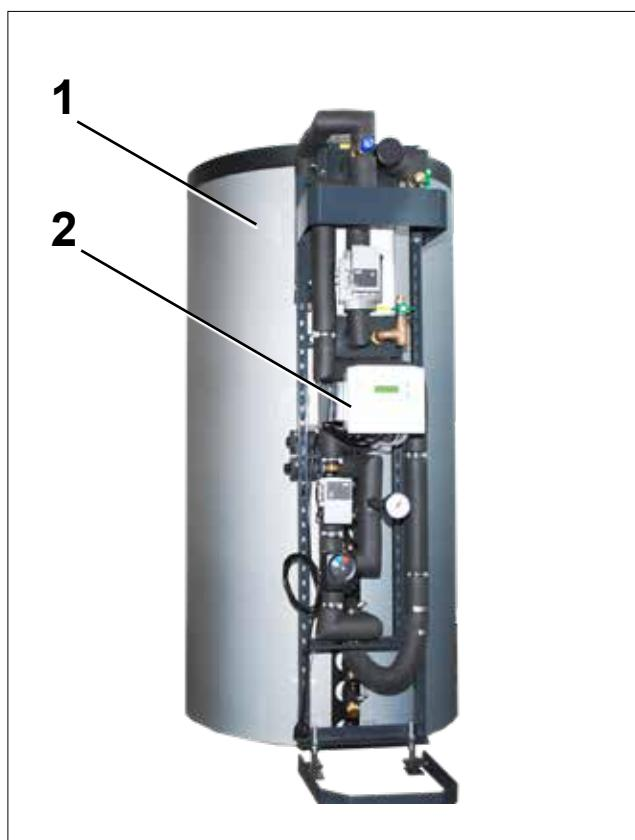

Abb.:1 Komponentenübersicht Speicher + Vorbau
- Schließen Sie die Vor- und Rücklaufleitungen an (Systemanschlüsse, siehe „Abb.:1 Komponentenübersicht“ auf Seite 8).